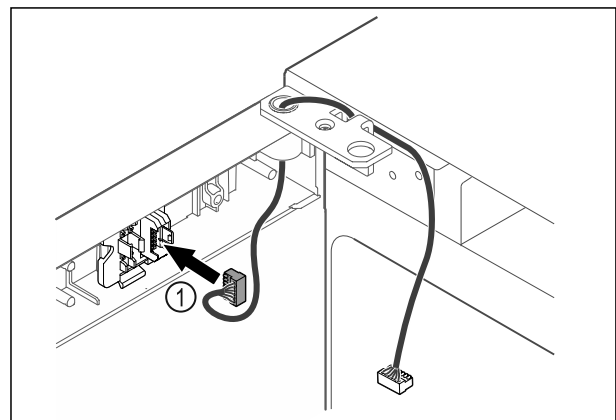

Fig. 59
- ▶ Τοποθετήστε το φινιρίσματα Fig. 59 (1) στο στήριγμα του φινιρίσματα.